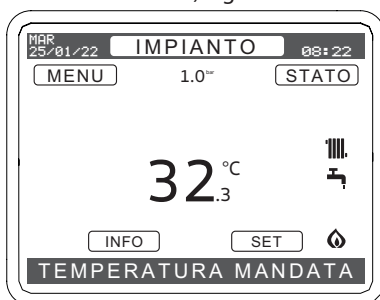

Figura 2.3
- Premere il tasto (∧) per attivare il display e visualizzare lo stato in cui si trova la caldaia (ultimo memorizzato) Figura 2.3.